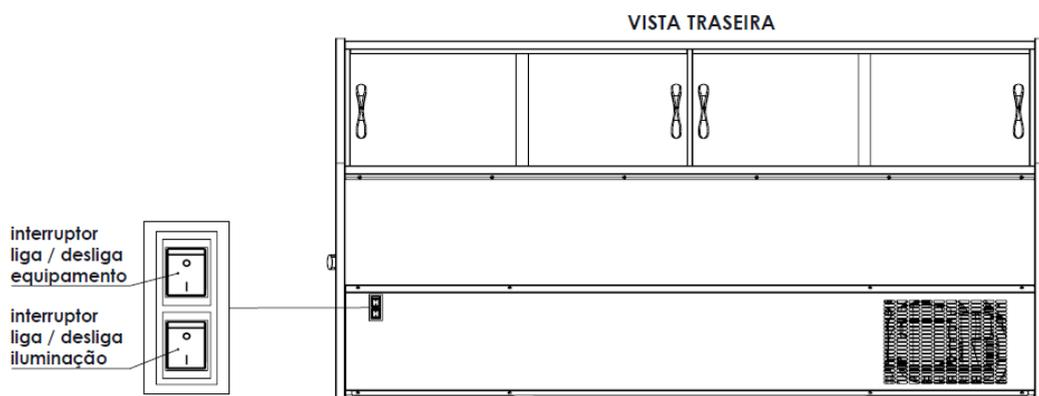

Figura 2: Localização do interruptor liga/desliga expositor
- 1 - O expositor pode ser ligado ou desligado através de um interruptor localizado na região traseira do expositor, conforme figura 2.